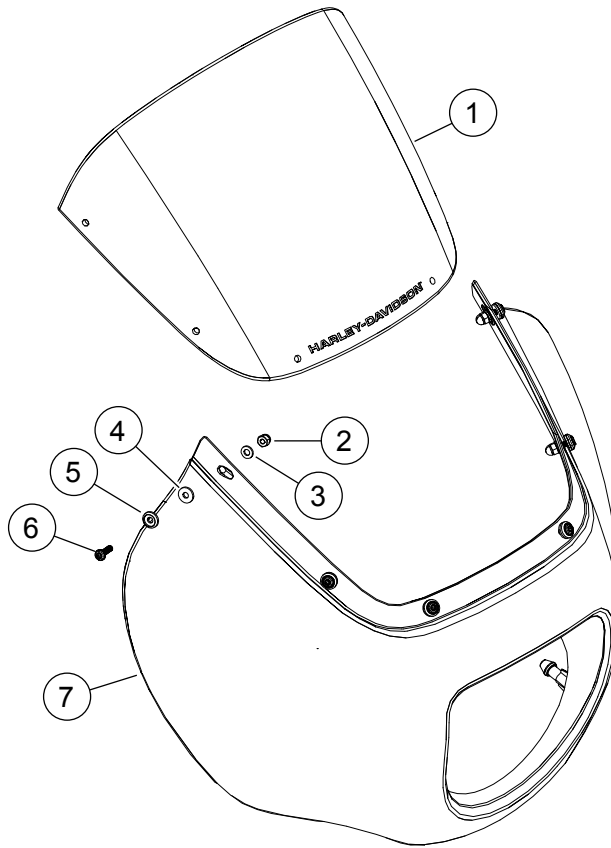

Abbildung 1. Ersatzteile: Fahrerrückenlehne-Komponenten
1. Abbildung 1 Windschutzscheibe (1) an Viertelverkleidung (7) anbringen.